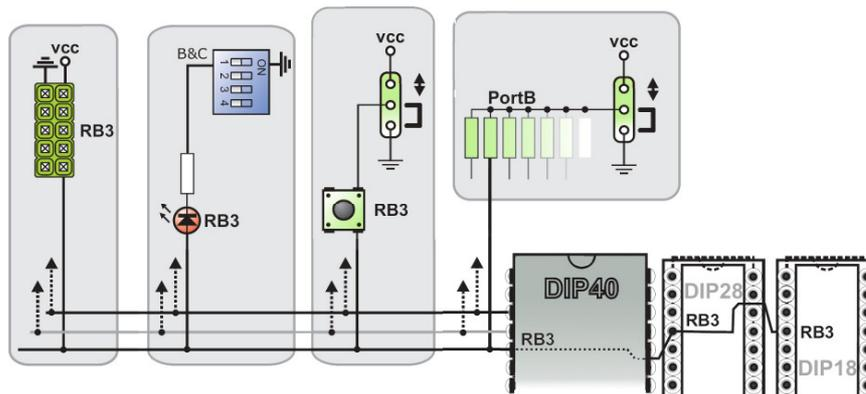

Figura 08 Esquema de ligação dos soquetes.
- 3 soquetes que permitem a colocação de diferentes modelos de dsPIC's construídos nos encapsulamentos DIP de 18, 28 ou 40 pinos. A figura 08 mostra o detalhamento do esquema de ligação dos mesmos aos demais periféricos.
Os pinos dos controladores digitais de sinais estão interconectados a vários periféricos como mostrado na figura 08. Todos os PORTS possuem conectores no canto direito da placa, que permitem um acesso direto aos níveis lógicos presentes nos PORTS dos dsPIC's. Esse tipo de conector é tipicamente utilizado para acoplar periféricos externos à placa, ou para medir pontos estratégicos utilizando medidor de nível lógico. Em todos os PORTS dos DSC's, estão conectados leds, botões de pressão e resistores de pull-up/down, que permitem um fácil monitoramento e teste dos pinos digitais encontrados nos DSC's.